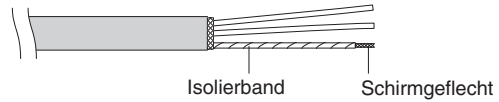

Abb. 4-10
- (2) Den Geflechtschirm vorsichtig entflechten und die entflehteten Schirmdrähte eng in eine Leitungsader verdrillen. Die Schirmdrähte nach ausreichend engem Verdrillen mit einem Isolierschlauch versehen oder mit Isolierband umwickeln. (Abb. 4-10)